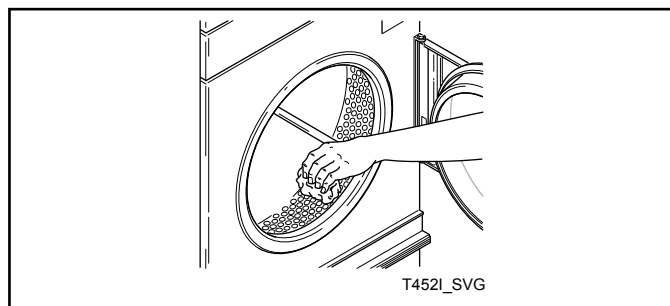

Рис. 13
10. Протрите барабан с помощью универсального моющего средства или воды с моющим средством. См. Рис. 13 .